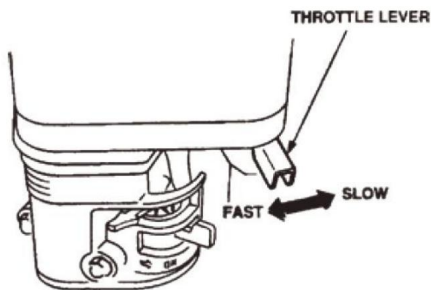

RYS.10
9.6 Chwyć uchwyt rozrusznika (RYS. 10) i powoli go wyciągnij. Opór staje się najtrudniejszy w określonej pozycji, odpowiadającej